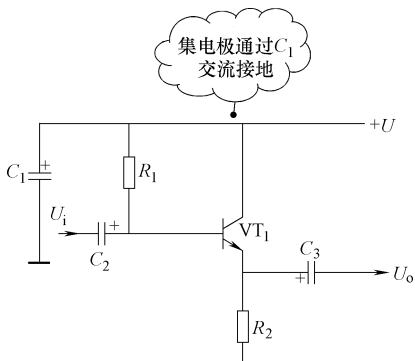

图 11-103 示意图
1) 判断共集电极放大器方法。如图 11-103 所示, 集电极接直流电源  $+U$ , 对交流而言  $+U$  端等效接地 ( $C_1$  将  $+U$  端交流接地), 所以  $VT_1$  集电极交流接地, 是共集电极放大器。